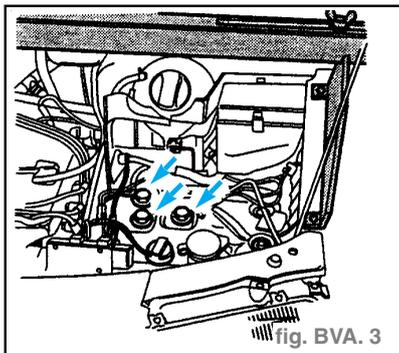

fig. BVA. 3
- Déposer les vis du palier de fixation gauche de l'ensemble mécanique (flèches). (fig. BVA. 3)
- Déposer l'appui pendulaire (1), dévisser
boîte, déposer de nouveau les vis du palier de fixation gauche (flèches). (fig. BVA 3)